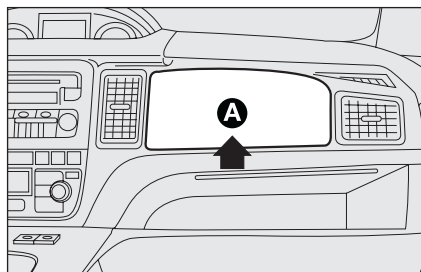

fig. 18
AIR BAG FRONTALE LATO PASSEGGERO fig. 18
*Non applicare adesivi od altri oggetti sul volante, nella zona **A**-fig. 18 air bag lato passeggero o sul rivestimento laterale lato tetto. Non porre oggetti sulla plancia lato passeggero (ad es. telefoni cellulari) perché potrebbero interferire con la corretta apertura dell'air bag passeggero ed, inoltre, causare gravi lesioni agli occupanti della vettura.*